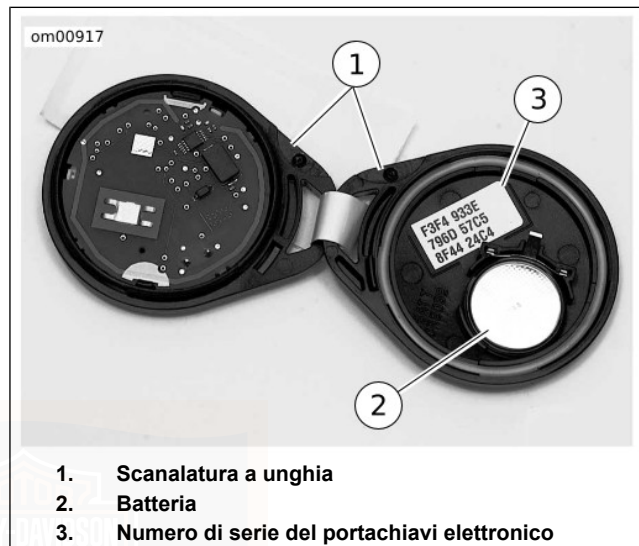

Figura 23. Batteria del portachiavi elettronico viva voce
1. Vedere Figura 23. Fare leva delicatamente con una lama sottile nella scanalatura (1) sul lato del portachiavi per separare le due metà.
2. Togliere la batteria (2) ed eliminarla.